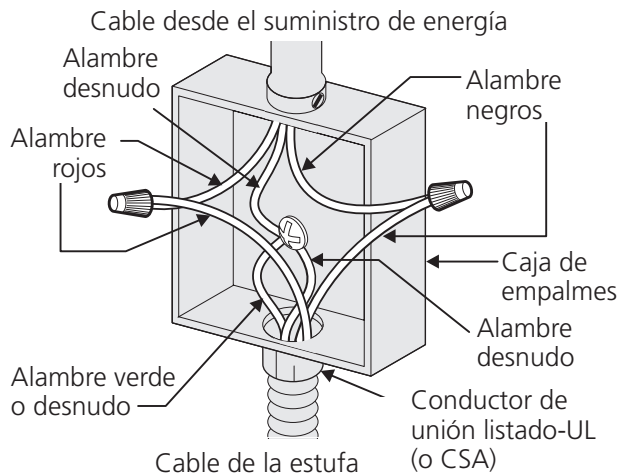

Figura 4 - CAJA DE EMPALMES DE 3 ALAMBRES PUESTA A TIERRA
blanca de la verde y utilizar la conexión a tierra para poner a tierra la unidad de acuerdo a los códigos locales, conectar el neutro al circuito de bifurcación-conductor neutro de manera usual. Ver Figura 5. Si su electrodoméstico va a ser conectado a una caja de conexión puesta a tierra de 3 cables (en los estados unidos solamente), donde los códigos locales permitan conectar el conductor de poner a tierra-electrodoméstico con el neutro (blanco) ver Figura 4.
Donde los códigos locales permitan conectar el conductor de puesta a tierra del electrodoméstico al neutral (blanco) (Solamente en los Estados Unidos) (vea figura 4):
2. En el caja de juntas: conectar el aparato y los cables residenciales como se muestra en la figura 4.